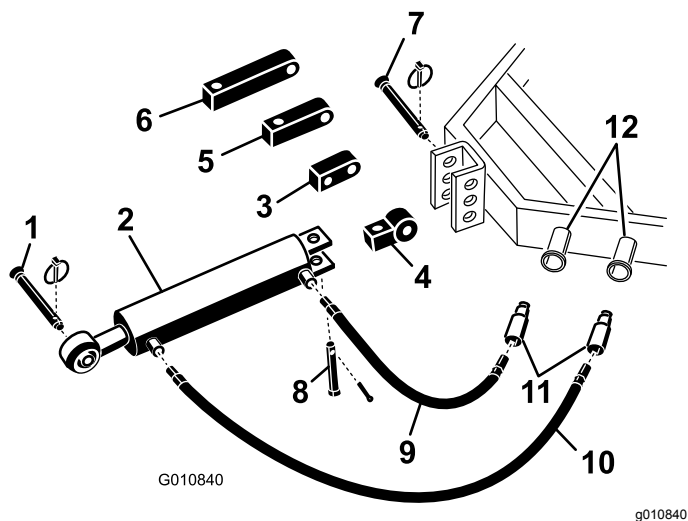

図 5
1. トラクションユニットに付いているピンを使って、油圧式上部リンクの接続リンクをトラクションユニットに固定する **図 5**。
注 油圧シリンダのポートが上を向くような取り付けしかできない場合には、通常の実り付けブロックではなく、回転ブロックを使ってポートの位置を合わせてください **図 5**。回転ブロックの代わりに 90° フィッティングを使用することもできます。90° フィッティングはキットに含まれておりません。
- A. 通常の実り付けリンクをシリンダに固定しているコッターピンとピンを抜き取る **図 5**。シリンダから接続リンクを取り外す。
- B. 外したピンを使って、回転ブロックをシリンダに取り付ける **図 5**。
- 長い油圧ホース 106 cm を、エアレータに近い方の上側油圧リンクポートに接続する。図 5 オイル漏れを防止するために、ねじ部にはシールドテープやコンパウンドなどのシール材を使用すること。
- 短い油圧ホース 76 cm を、トラクションユニットに一番近い上側油圧リンクポートに接続する。図 5 オイル漏れを防止するために、ねじ部にはシールドテープやコンパウンドなどのシール材を使用すること。
油圧シリンダのロッドがブラケットにとどかない場合には、通常に取り付けブロックではなく、延長ブロックを使ってください。図 5。
- A. 通常の接続リンクをシリンダに固定しているコッターピンとピンを抜き取る図5。シリンダから接続リンクを取り外す。
- B. 外したピンを使って、必要な長さの延長ブロックをシリンダに取り付ける図5。